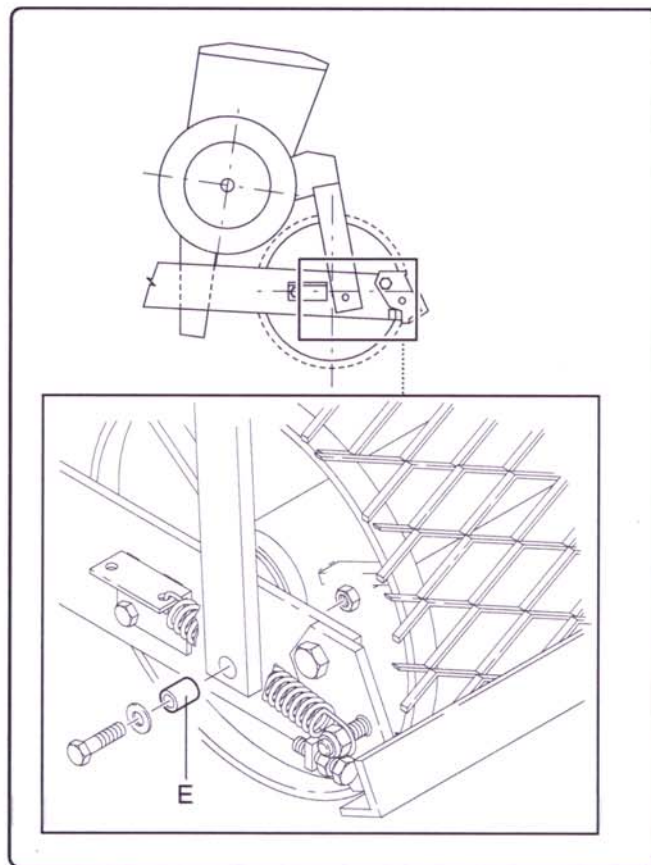

fig. 2
- Poser le semoir sur le rouleau à vis sans fin, d'après la fig. 2.